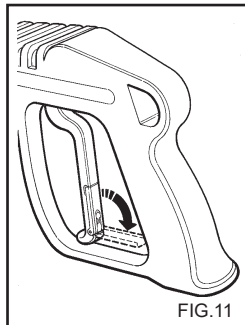

FIG. 11
- Wanneer de hogedruk-waterspuit niet wordt gebruikt, de beveiliging van de handgreep sluiten.(fig.11)